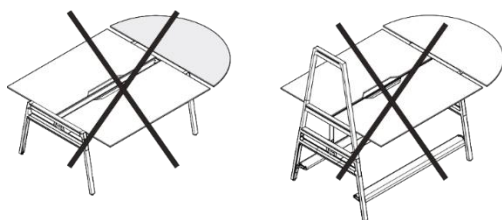

Figure 11 Plateau complémentaire semi-circulaire, montage inadmissible
- Poste de travail double en pose libre, hauteur d'assise, uniquement un plateau complémentaire (voir Figure 11, à gauche).
- Poste de travail double en pose libre, hauteur de la position debout (voir Figure 11, à droite).